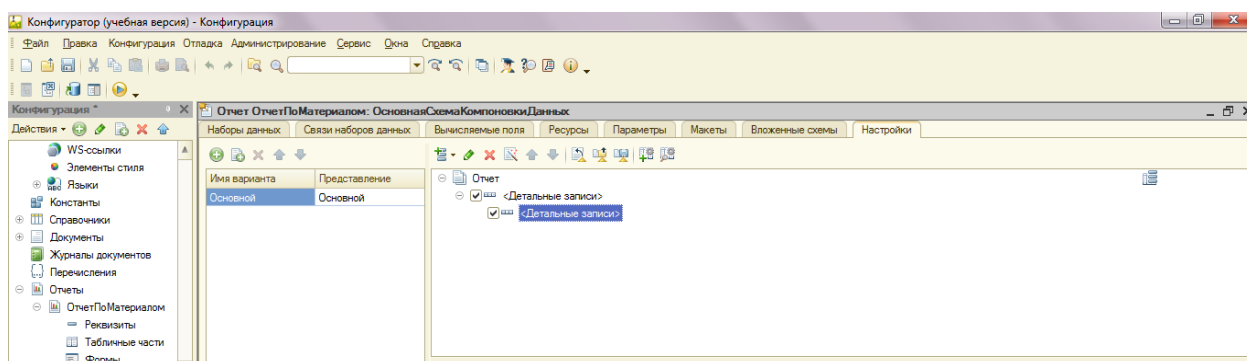

Рис.56. Пример создания вложенных группировок
8. При необходимости создать вложенные группировки (рис.56.)